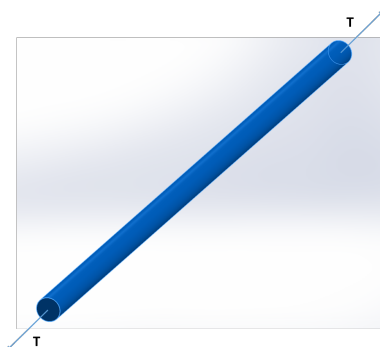

Fig 1.b.6 | Corde sous une tension T
La barre conique ci-dessous est soumise à des charges axiales (F), comme illustré en Fig 1b1.
Fig 1b1 | Barre conique soumise à des charges axiales.
cas b) collé à un support sur une longueur $h=1$ cm, tel qu'illustré en fig 1b2
Fig 1b2 | poutre encastrée vs. poutre collée.
Fig 1b3 | Treillis en acier et les charges associées.
Considérons une barre de longueur 1 cm, avec une section carrée de 1 mm de côté (voir fig 1b4). Les deux extrémités de la barre sont solidement attachées à un pull-tester longitudinal.
Fig 1b4 | Barre avec une section transversale carrée.
Fig 1b5 | Profil de la barre composite
La fréquence de vibration de la corde, f_R , est donnée par $f_R = \frac{1}{2} \sqrt{\frac{F}{mL}}$, où F est la force de traction (T en Figure 1.b.6), m la masse de la corde, et L la longueur de la corde. On néglige l'effet de la gravité.